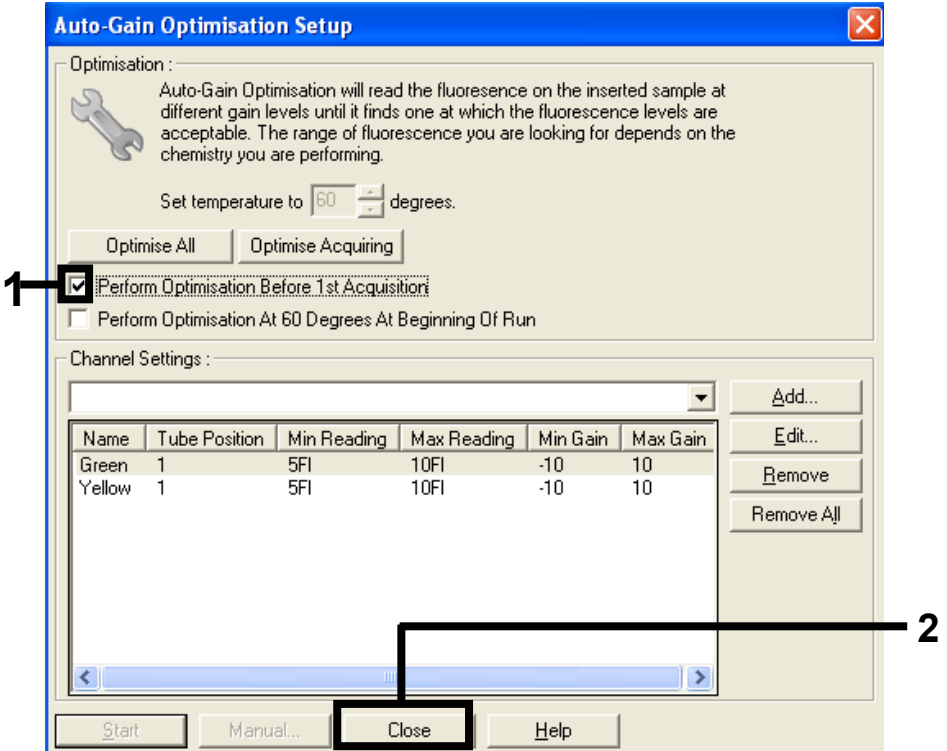

Abbildung 32. Auswahl des grünen und des gelben Kanals.
14. Aktivieren Sie das Kontrollkästchen Perform Optimisation before 1st Acquisition (Optimierung vor der 1. Erfassung durchführen) und klicken Sie dann auf Close (Schließen), um zum Assistenten zurückzukehren (Abbildung 32).